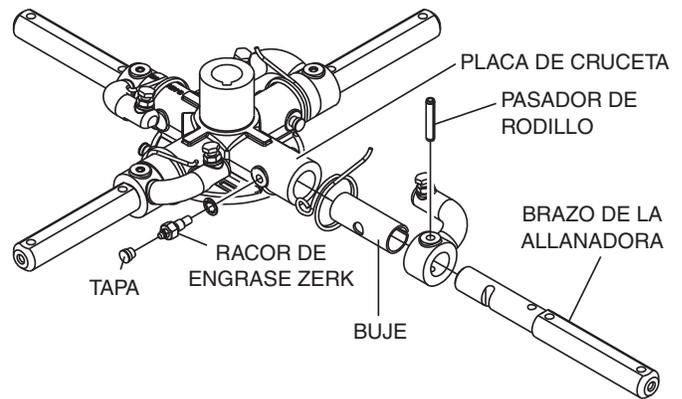

**Figura 52. Extracción de las aspas**
2. Quite los tornillos y arandelas de seguridad de todos los brazos de la allanadora y, a continuación, quite las aspas como se muestra en la Figura 52.